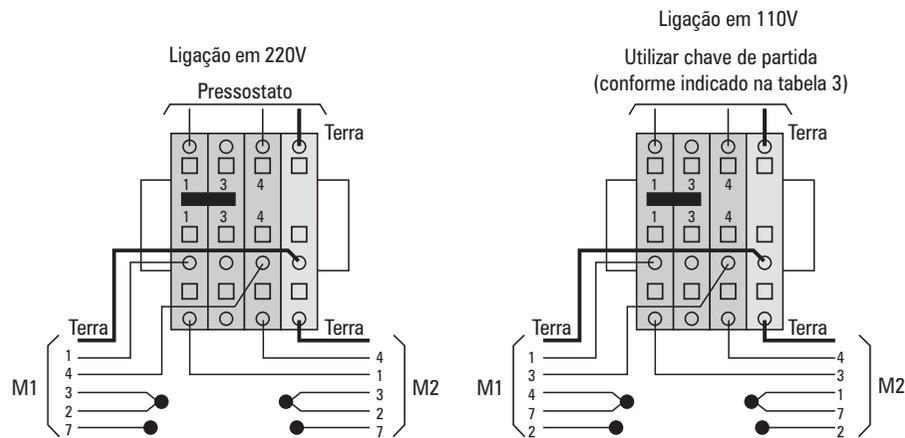

FIGURA 11 - ESQUEMA ELÉTRICO DA CAIXA DE LIGAÇÃO (MUDANÇA DE TENSÃO)
5.8 Caixa de Ligação dos Compressores MSV 12/100 e MSV 12/200 (Figura 11)